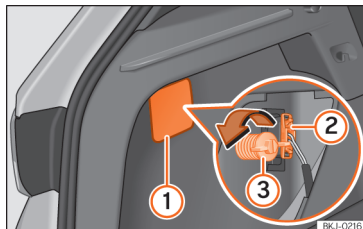
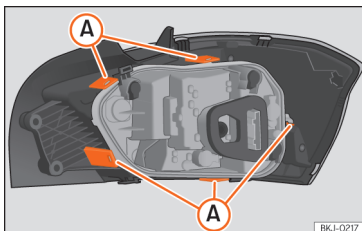

Abb. 162 Gepäckraum: Zugang zur Befestigungsschraube der Heckleuchte
Abb. 163 Befestigungslaschen Rückseite Heckleuchte.
- Hebeln Sie die Abdeckung an der Aussparung mit dem flachen Teil des Schraubendrehers ab »» [Abb. 162] ①.
- Ziehen Sie den Stecker der Leuchte ② ab.
- Schrauben Sie mit der Hand oder mit Hilfe eines Schraubendrehers die Befestigungsschraube der Leuchte ③ heraus.
- Bauen Sie den Lampenträger aus, indem Sie die Befestigungslaschen »» [Abb. 163] A entriegeln.